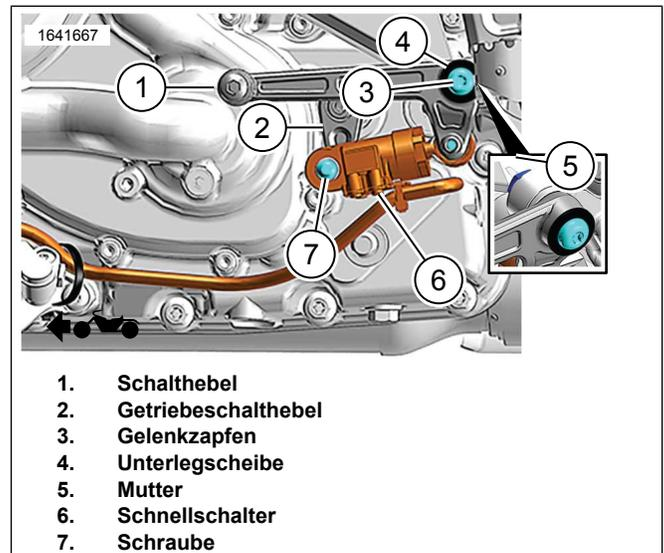

Abbildung 6. Schnellschalthebel Einbau
Siehe Abbildung 6. Befestigen Sie den Schalthebel (1) und den Schnellschalthebel (6) am Rahmenansatz mit Schraube (3), Unterlegscheibe (4) und Mutter (5). Festziehen.